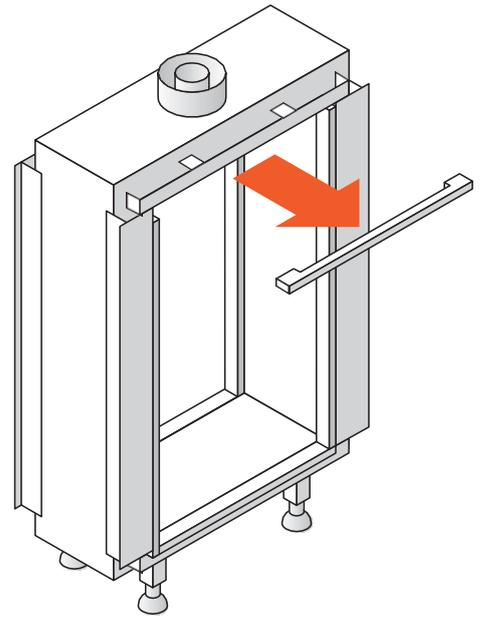

Fig. 10.5 Démontage de l'habillage supérieur
- Retirez l'habillage inférieur (figure 10.5).